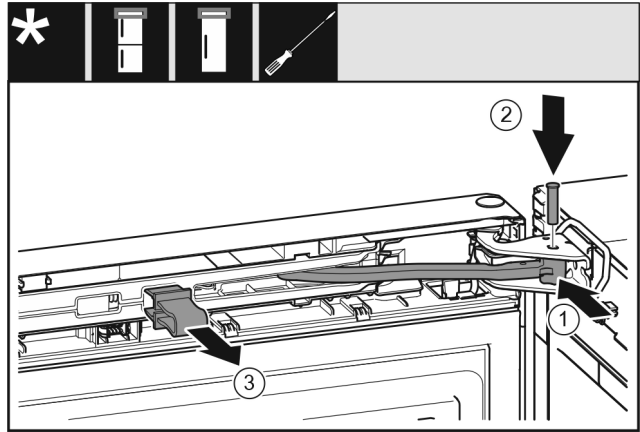

Fig. 25
- ▶ Gelenk Fig. 25 (1) in Lagerbock drehen.
- ▶ Bolzen Fig. 25 (2) in Lagerbock und Gelenk einsetzen. Dabei darauf achten, dass der Rastnocken korrekt in der Nut sitzt.
- ▶ Sicherung Fig. 25 (3) abnehmen.